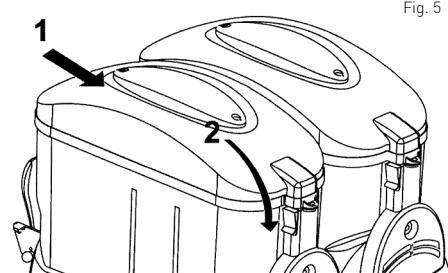

Fig. 5
- Sluit het deksel [1] op de kom [2] nadat u het voedselingrediënt in de kom [2] heeft gegoten/bijgevuld. Zie Fig. 5.